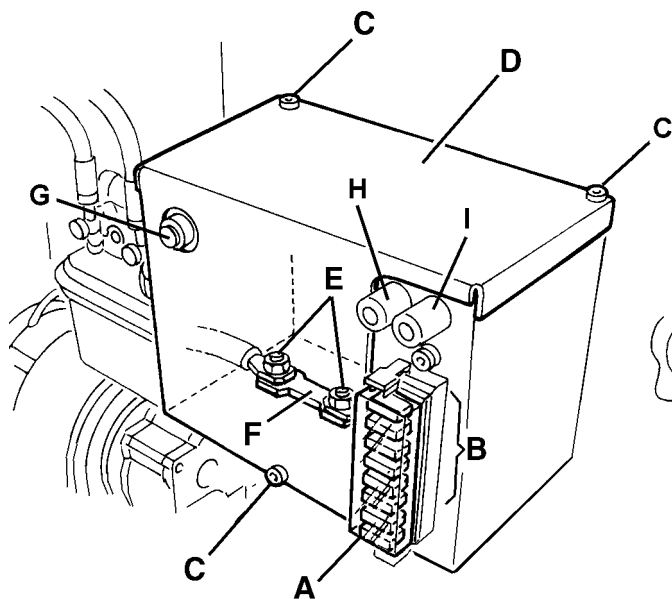

Figure 28
5. Enlever le couvercle (A, Fig. 28) et noter les positions des fusibles indiqués sur l'adhésif correspondant.
6. Contrôler / remplacer le fusible concerné parmi les suivants (B) :
7. Enlever la vis (C, Fig. 28), puis enlever le couvercle (D).
8. Enlever les écrous (E).
9. Contrôler / remplacer le fusible principal F0 (150 A) (F).
- Fusible FA (H, Fig. 28) : Fusible restaurable moteur balai latéral droit
- Fusible FB (I) : Fusible restaurable moteur balai latéral gauche
- Fusible FC (G) : Fusible restaurable moteur balai central